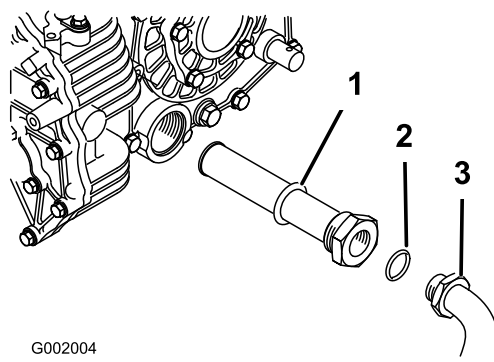

Figura 68
5. Togliete il flessibile idraulico ed il connettore a 90° (Figura 68).